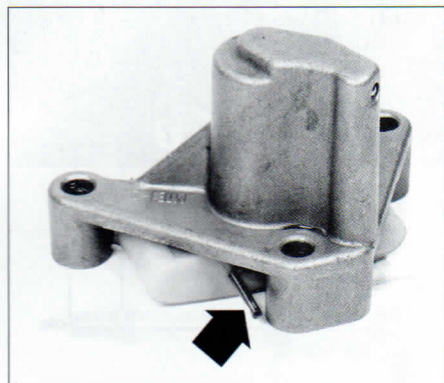

FIG. 38
- bloquear el tensor de cadena con un pasador de $\varnothing 2$ mm (**fig. 38**) (foto del tensor desmontado para mayor claridad).